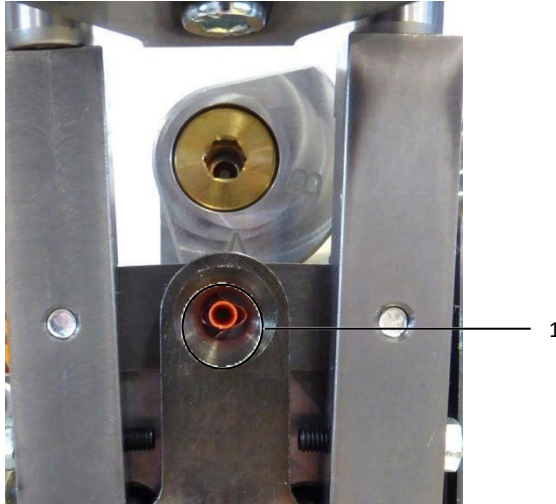

Fig. 35 : embout et unité de fixation du fil toronné sont alignés
- Corriger la position de l'unité de maintien de l'embout jusqu'à ce que l'embout dans la pince de maintien soit aligné sur l'unité de fixation du fil toronné (fig. 35, pos. 1).